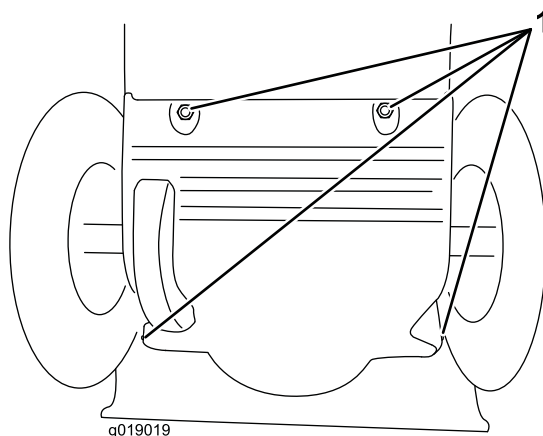

Figure 34
3. Retirez le couvercle arrière (Figure 34).